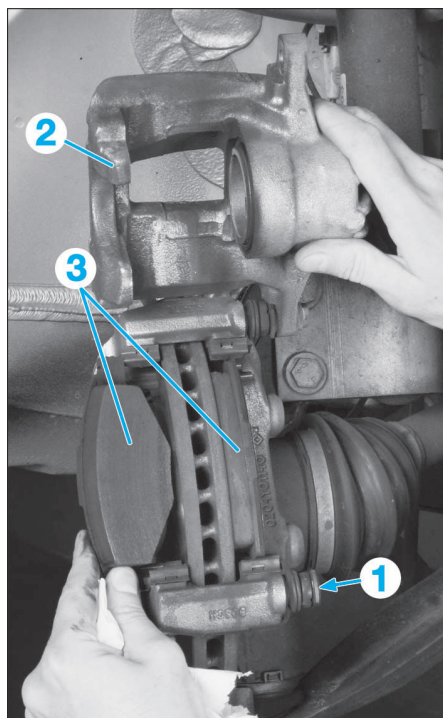

FIG. 5
- Déposer la vis (1) (Fig.5).
- Déposer les vis (2) (Fig.5) puis le disque de frein. À la repose, procéder dans l'ordre inverse aux opérations de dépose.